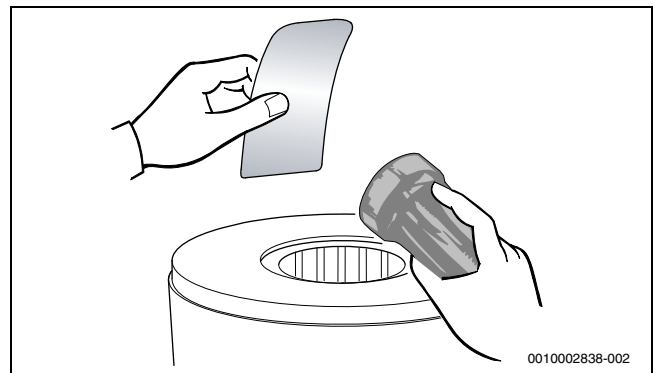

Bild 24 Wärmeblock auf Rückstände prüfen
- Wärmeblock erneut auf Rückstände prüfen (→ Bild 24).